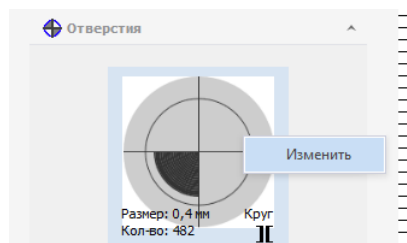

Рис. 77 Переход к назначению символов
1. На любой иконке отверстия вызвать контекстное меню и выбрать «Изменить», см. Рис. 77.